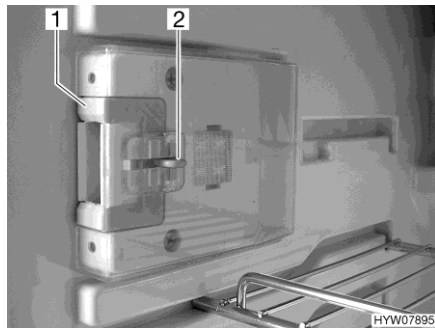
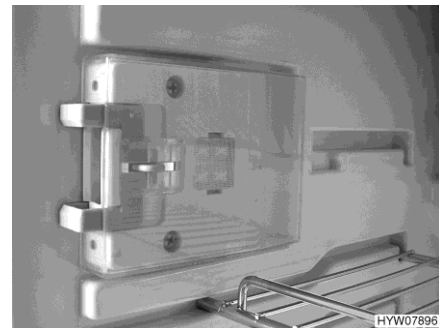

Bild 253 Verschlusseinrichtung (Normalstellung)
Bild 254 Verschlusseinrichtung (Lüftungsstellung)
- Die Entriegelung (Bild 253,2) eindrücken.
- Die Verschlusseinrichtung (Bild 253,1) nach vorn schieben (Bild 254).